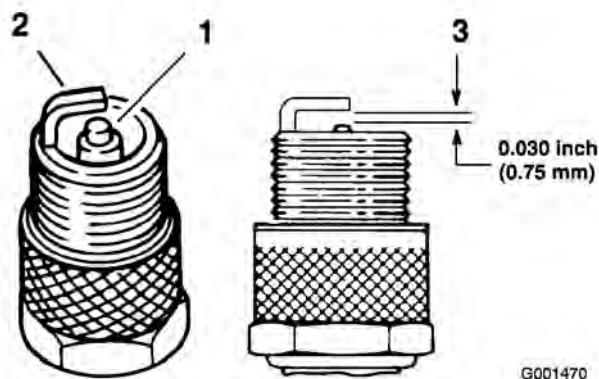

Figura 34
1. Mire la parte central de las bujías (Figura 34). Si se observa un color gris o marrón claro en el aislante, el motor está funcionando correctamente. Si el aislante aparece de color negro, significa que el limpiador de aire está sucio.
3. Compruebe la separación entre los electrodos central y lateral (Figura 34). Si la distancia no es correcta, doble el electrodo lateral (Figura 34).
3. Conecte los cables a las bujías (Figura 34).